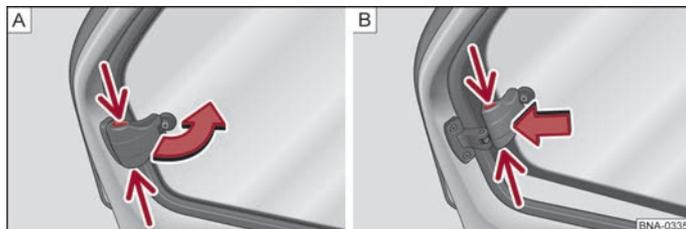

Abb. 18 Fenster hinten
- Fassen Sie an der Sicherung in der Aussparung ⇒ **Abb. 18 - A** und öffnen Sie das Fenster in Pfeilrichtung.
- Verriegeln Sie das Fenster in geöffneter Stellung, indem Sie die Sicherung in Pfeilrichtung drücken ⇒ **Abb. 18 - B**.
- Fassen Sie an der Sicherung in der Aussparung und ziehen Sie entgegen der Pfeilrichtung ⇒ **Abb. 18 - B**.
- Schließen Sie das Fenster in die Ausgangsstellung entgegen der Pfeilrichtung ⇒ **Abb. 18 - A**, bis die Sicherung hörbar einrastet.